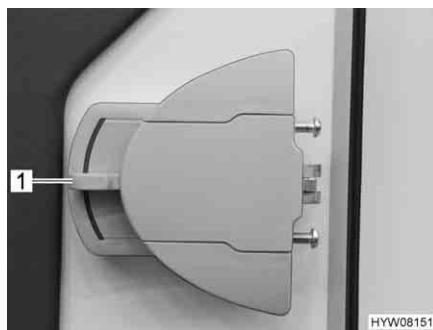

Fig. 30 Serratura della porta, lato interno
*Apertura:* ■ Premere la maniglia della porta (Fig. 30,1) verso il basso.
*Bloccaggio:* ■ Ruotare la maniglia della porta (Fig. 30,1) per circa 45° verso l'alto e lasciarla in questa posizione.